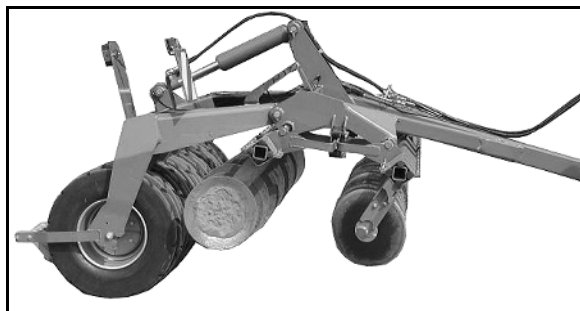

Bild 26
- Lyft ut båda tallriksraderna helt (Bild 26).